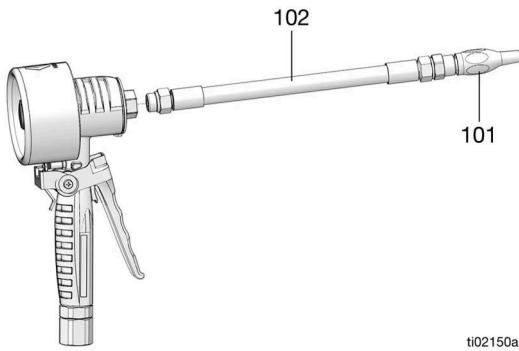

FIG. 10
2. Cierre la válvula de cierre de fluido (L).
3. Retire la boquilla (101) y la extensión (102) (FIG. 10).